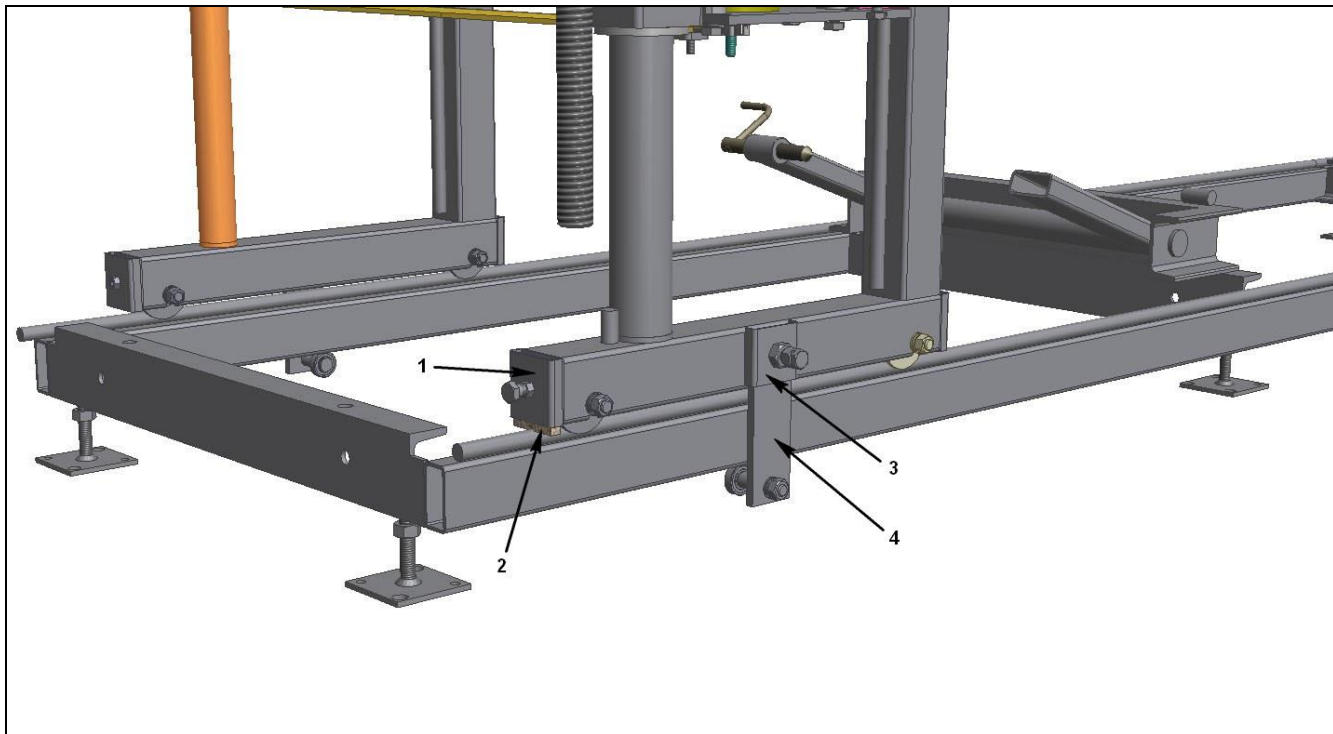

Рисунок 7 – Установка прижимных нижних роликов
6.5.3 Вставить пластину прижимных нижних роликов в проушины на каждой ноге пильной рамы. Прижать прижимные нижние ролики к нижнему основанию рельсового пути и затянуть болты проушин ноги (рисунок 7)